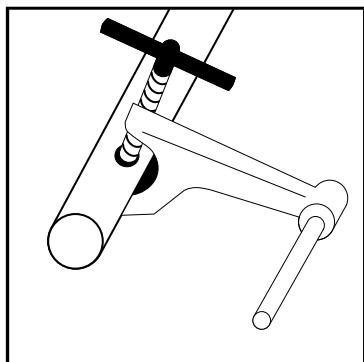

Рис. 2
**Внимание:** При обработке труб диаметром резьбы более 3/4" следует после закрепления трубы в тисках использовать держатель (струбцину) 1, закрепив его на трубе с помощью винтового прижима, завернув перед этим направляющую штангу 2, см. рис. 2.
При этом необходимо убедиться, что верхняя часть струбцины параллельна верхней части трубы (рис.2).